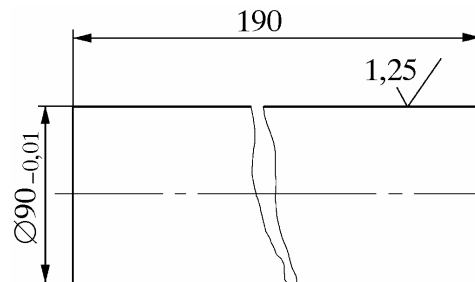

Рис. 13. Специальная оправка №2 для подбора регулировочного кольца
6.4.1.2. **Изготовить специальную оправку №2** из стали 45 по эскизу рис.13, закалить HRC3 45÷48, прошлифовать до  $\varnothing 90_{-0,01}$  мм